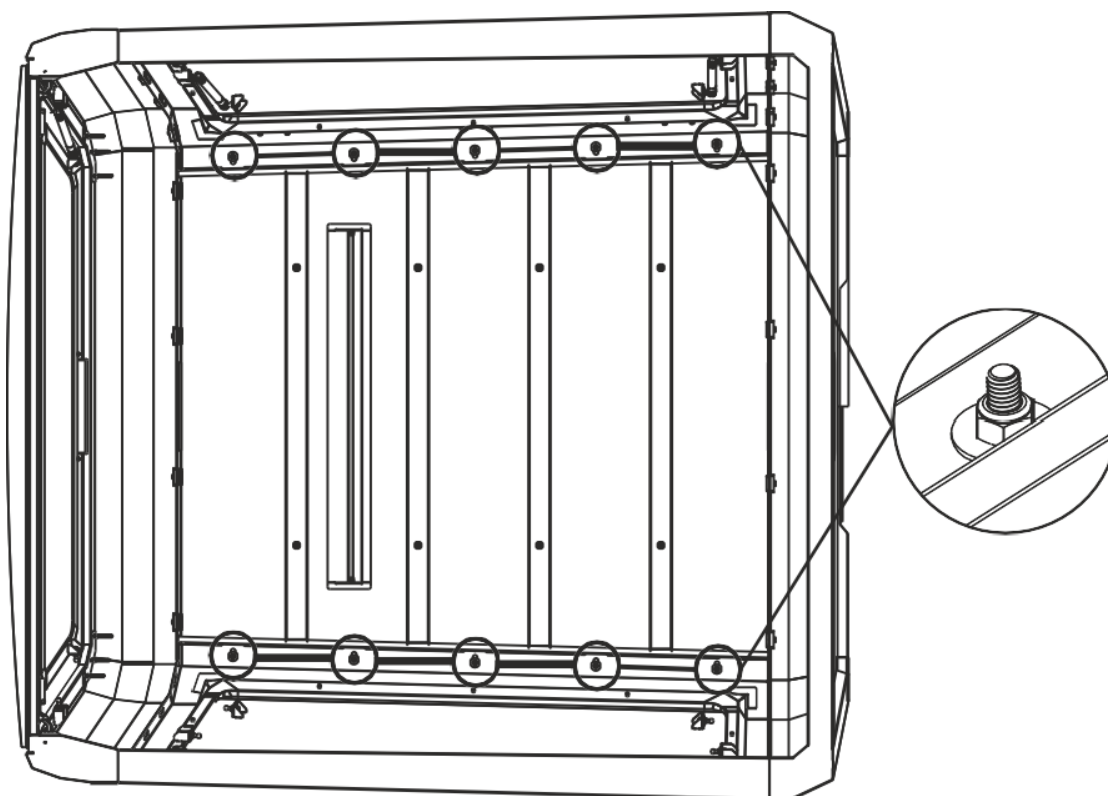

Abbildung 8
2. Ziehen Sie alle M6 Muttern, die Sie in Schritt 2 und 3 vormontiert haben auf 6 Nm fest, siehe Abbildung 8.